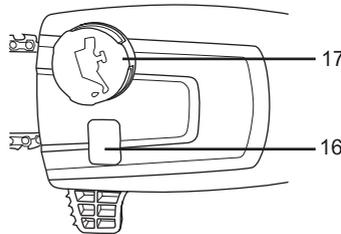

Fig. 13
1. Coloque o produto numa superfície estável e nivelada, com a tampa do depósito de óleo (17) voltada para cima. Recomendamos que coloque uma película não inflamável sob o produto.
2. Desaperte e remova a tampa do depósito de óleo (17) (Fig. 13).
4. Verifique a janela de nível de óleo (16) antes do arranque, e regularmente durante a utilização. Adicione óleo quando o nível estiver próximo da parte inferior da janela de nível de óleo (16) (Fig. 13).
5. Limpe o lubrificante derramado com um pano macio e volte a colocar a tampa do depósito de óleo (17).